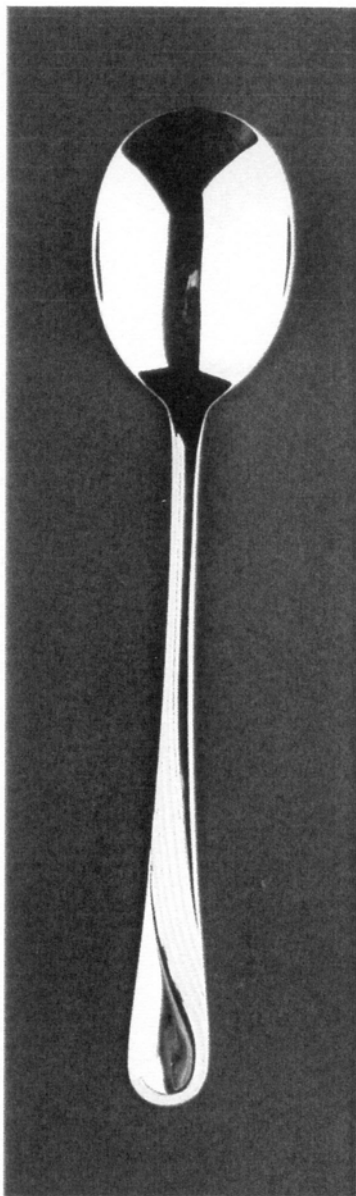

Fig. 1.7
- Fig. 1.7. przedstawia widok łyżki do sałaty